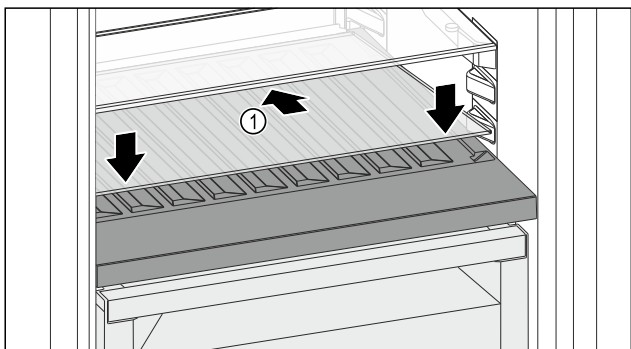

Fig. 112
- Vendosni pllakën e xhamit *Fig. 112 (1)* pjerrtas, dhe të anuar për poshtë në pjesën prapa.
- Ulni poshtë pllakën e xhamit *Fig. 112 (1)* përpara.